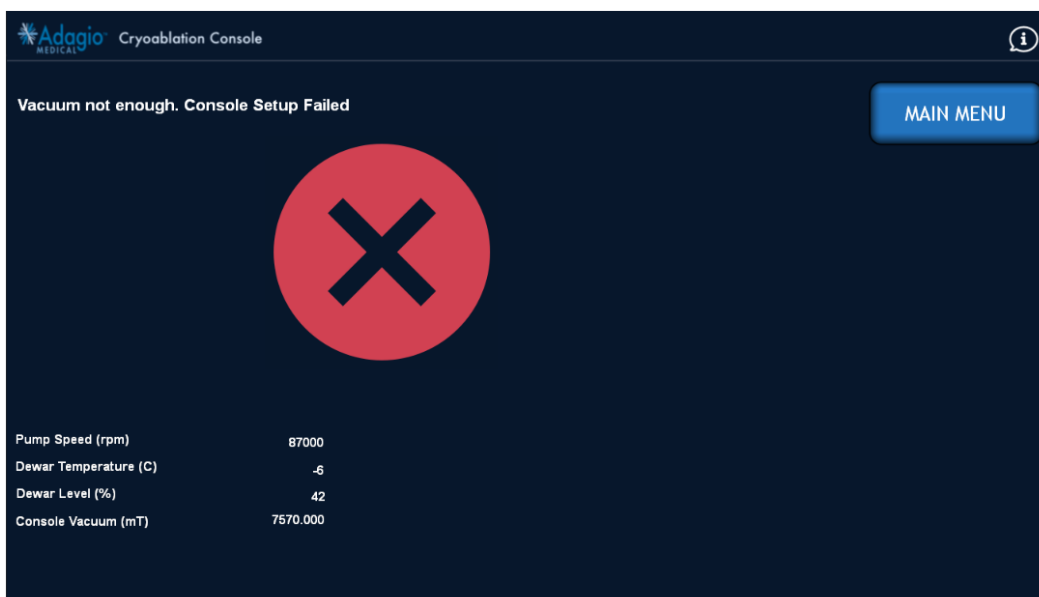

Afbeelding 71 – Scherm tijdens gereedmakende consoletest
4. De console voert automatisch de gereedmakende consoletest (vacuümtest) uit zoals weergegeven in Afbeelding 71.